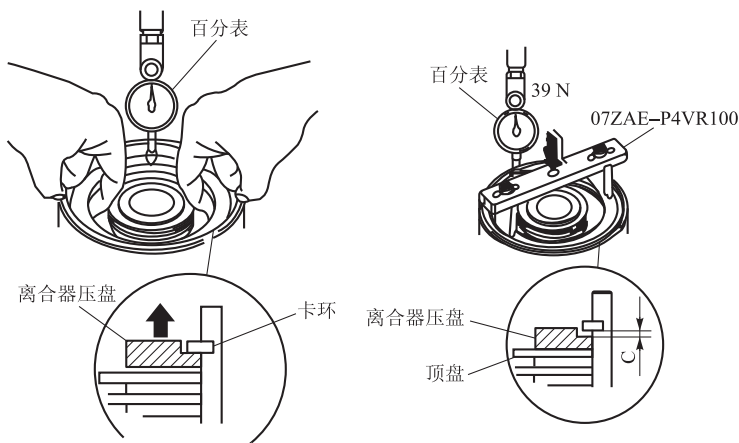

图 2-19 前进挡离合器间隙检查
⑪ 松开离合器压盘，使其降低，然后在离合器压盘上安放专用工具，如图 2-19 所示。